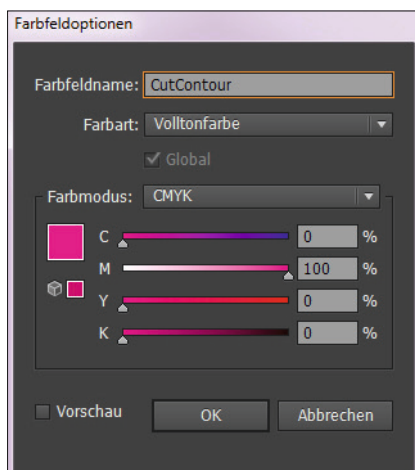

Abb. 1
3. Legen Sie eine Sonderfarbe in 100 % Magenta an und nennen diese „CutContour“, s. Abb. 1.